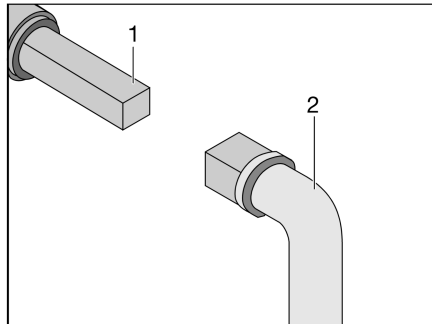

Fig. 343 Manejo del grifo para la eliminación de aguas residuales
- Insertar la llave (Fig. 343,2) en el cuadrado (Fig. 343,1).